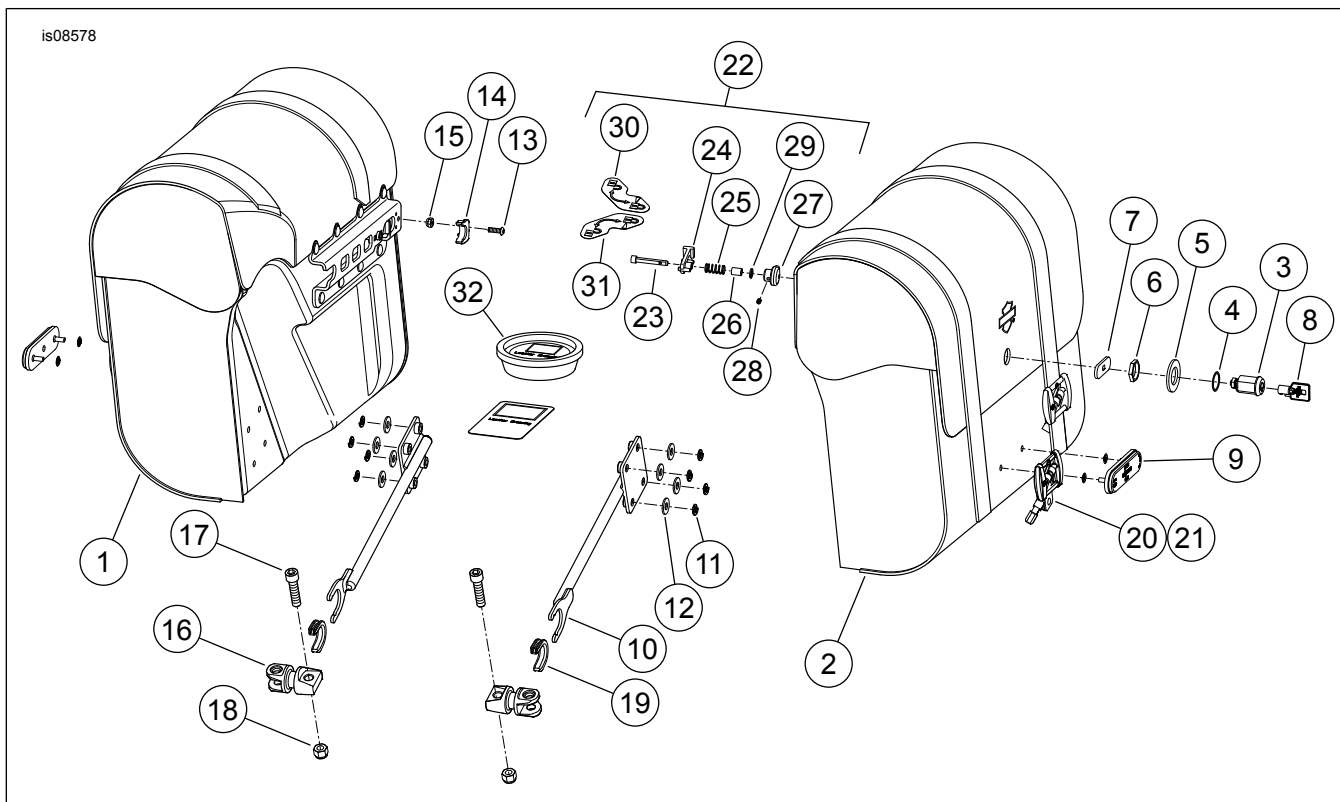

Figura 7. Parti di ricambio: Kit borse portapacchi rimovibili modelli XL
3. Vedere Figura 7 e Tabella 1. Prendere dal kit gli attacchi di ancoraggio (16), le viti (17) e i dadi (18).
1. Vedere Figura 7 e Tabella 1. Procurarsi i bracci di sostegno della borsa (10) e i fermi di ancoraggio (19).
2. Vedere Figura 7 e Tabella 1. Procurarsi i gruppi della borsa di destra (1) e di sinistra (2), gli adattatori di ancoraggio posteriori (14), le viti (13) e i dadi (15).
4. Installare l'adattatore posteriore di ancoraggio (1) usando la vite (2) e il dado (3). Serrare saldamente.
5. Vedere Figura 7 e Tabella 1. Prendere dal kit 90201424 i bracci di sostegno della borsa con i fermi a U inseriti (10 e 19), le rondelle piatte (12), le rondelle di sicurezza (11) e i componenti.
6. Seguire le istruzioni del kit 90201424 per montare il braccio (10) sulle borse.
1. Vedere Figura 7 e Tabella 1. Procurarsi dal kit gli elementi della serratura 3-7.